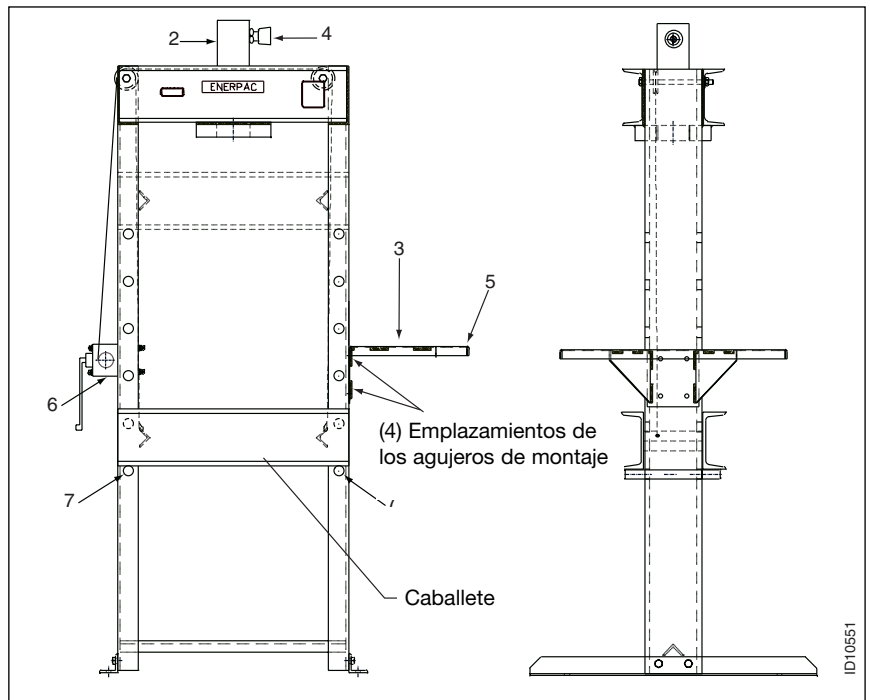

Figura 1, Montaje de la Prensa VLP
3.0 INSTALACIÓN (VER FIGURA 1)